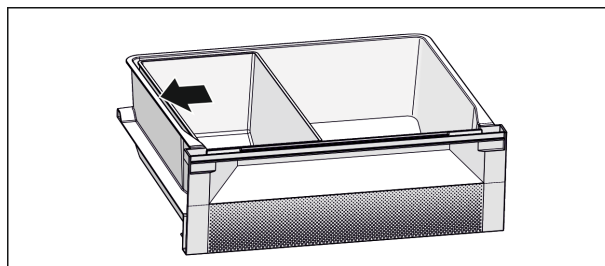

Fig. 7
- Para una función de refrigeración óptima: Coloque la bandeja Fish & Seafood como se muestra (consulte Fig. 7).